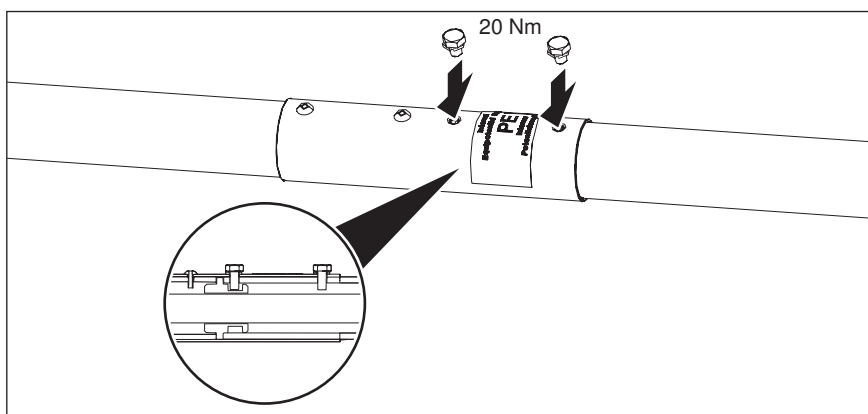

Рис. 38: Соединить изолированную молниеприемную и опорную мачты
Расположенный внутри элемент уравнивания потенциалов состоит из двух частей. Обе части должны с обеих сторон охватывать токоотвод isCon. При этом одна из частей должна располагаться посередине под болтовыми отверстиями таким образом, чтобы ее можно было прижать боковым болтом (см. Рис. 38).
- До упора вставить опорную мачту в промежуточную. При этом отверстие для левого медного болта (см. Рис. 38) не должно совпадать с отверстием между двумя частями элемента уравнивания потенциалов, а располагаться посередине одной из частей. При необходимости поверните одну из частей элемента в нужную сторону.